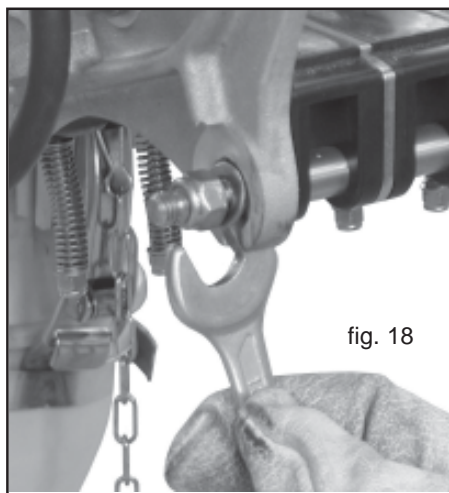

fig. 18
- 2) Das die innenliegenden Scheiben aus ihrem Sitz nach aussen gedruickt werden koennen (Abb. 18) und die Achsen freigeben.